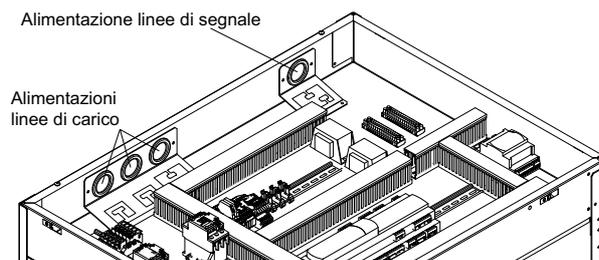

Fig. 7.4: Ingresso cavi quadro di comando
**Durante le operazioni di allacciamento del quadro di comando occorre tenere presente che le linee di carico e le linee di segnale devono essere introdotte separatamente nel quadro di comando. A questo proposito utilizzare gli appositi ingressi sul quadro di comando (vedere Fig. 7.4 a pagina 6).**